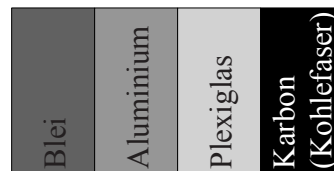

Abbildung 5.2.3: Verteilung der Materialien im Testobjekt.
- ◇ Orientieren Sie sich an Abb. 5.2.3, um den verschiedenen Bereichen des Bildes die Materialien zuzuordnen. Wo ist die Abbildung des Luftspalts zu erkennen? Beachten Sie (was insbesondere bei diagnostischen Aufnahmen zu berücksichtigen ist), dass ohne Zusatzinformationen oder Markierungen bei der Zuordnung folgenschwere Orientierungsfehler auftreten können!